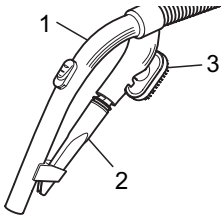

Abb. 5
■ Als **Zubehör** sind die Fugendüse und die 2in1-Kombidüse im Lieferumfang enthalten. Sie können an der Zubehörhalterung (Abb. 5/1) befestigt werden.
- Fugendüse (Abb. 5/2)
- 2in1-Kombidüse (Abb. 5/3) zu verwenden als: